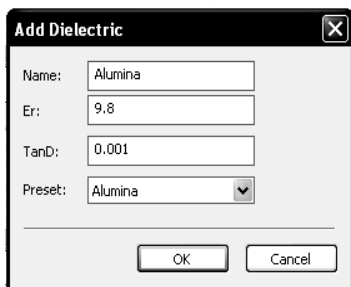

Рис. 5.3
6. На вкладке **Material Defs** щёлкните мышкой по кнопке **Add** для **Dielectric Definitions**, чтобы добавить материал диэлектрика. Откроется дополнительное диалоговое окно **Add Dielectric** (рис. 5.3). В поле **Preset** (Предварительная установка) введите **Alumina**, щёлкнув мышкой по кнопке в правом